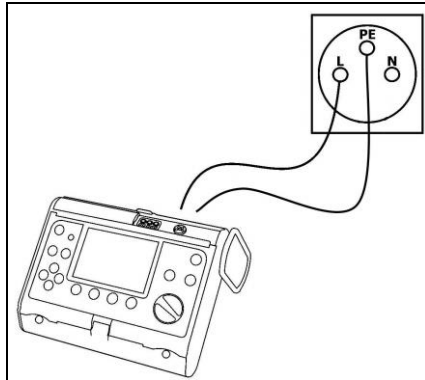

Fig. 19 Conexión del medidor.
- conectar el medidor con los cables a la toma de corriente del tablero según la Fig. 19,